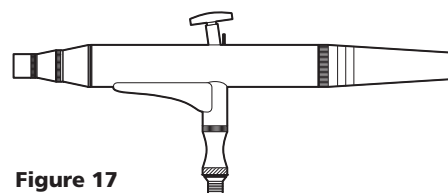

Figure 17
4. Enlever le montage de soupape en tournant au sens contraire des aiguilles d'une montre avec la clé de montage fournie. Voir Figure 17.